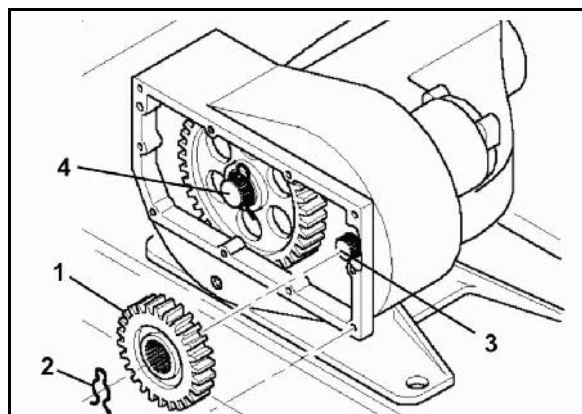

Fig. 62
Tandhjulene (Fig. 62/1) er vha. holdefjedre (Fig. 62/2) på akselenderne sikret mod aksial forskydning.
8. Fjern holdefjedrene (Fig. 62/2).
9. Træk tandhjulene af drivakslens (Fig. 62/3) og hjælpeakslens (Fig. 62/4) akselender.
11. Monter holdefjedrene (Fig. 62/2) ved begge aksler.